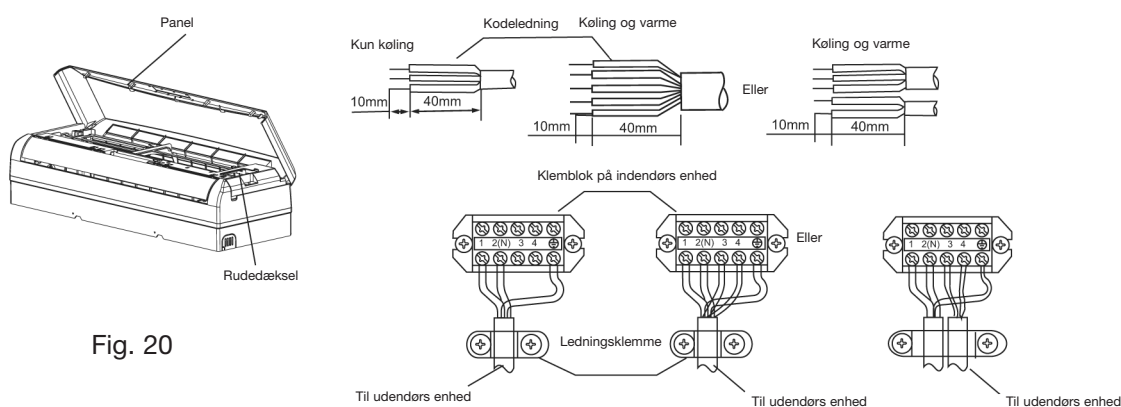

Fig. 20
4. 5-leder kablet skal forbindes i overensstemmelse med el-diagrammet (fig. 20 og 21).
2. Forbind kablerne som angivet i fig. 20.